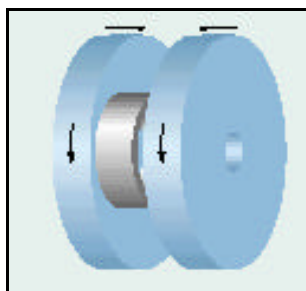

Figura 3.4 - anello interno sfacciato da due mole
- 3) La **rettifica del foro**, dove si asporta materiale all'interno dell'anello per portare alle dimensioni volute il foro; sono previste due macchine in parallelo per questa operazione (Figura 3.4).